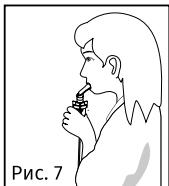

Рис. 7
9. Тримати небулайзерну камеру таким чином, як це показано на рис. 7, 7а. Видихати через загубник, маску чи носову насадку (рис. 7, 7а).
Рис. 7а